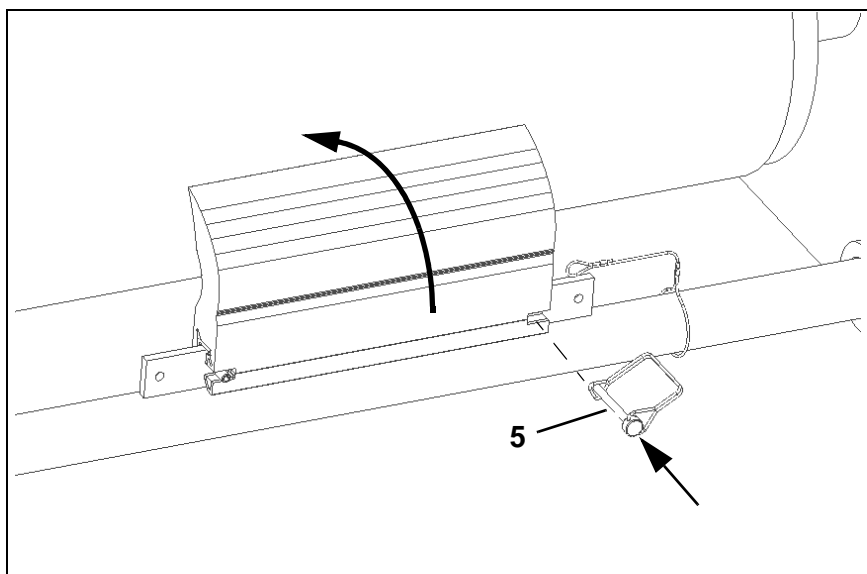

Fig. 12
9. Insert the pin hitch (5, Fig. 12).